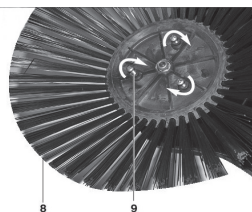

Рис. 3
1. Крепление подающих щеток Рис.3 Каждая подающая щетка (8) крепится к установочным пластинам с помощью 3 винтов (рис 2 п.9)..